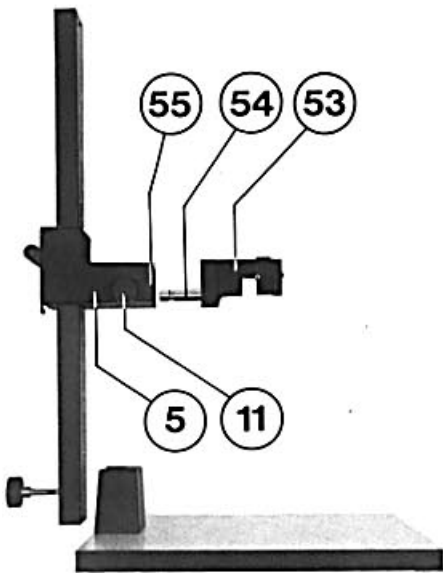

Bild 27
Der Gerätekopf wird gegen das Re-Zwischenstück (53) ausgetauscht (Bild 27). Lösen Sie dazu die Feststellschraube (11) und nehmen Sie den Gerätekopf nach vorne heraus.